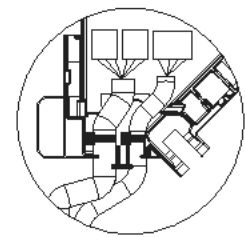

Fig. 10-15
- i-See sensörünü sabitleyen bantın ve sinyal alıcı bağlantı kablolarının konektör kutusu içine konumlandığından emin olun. (Fig. 10-15)